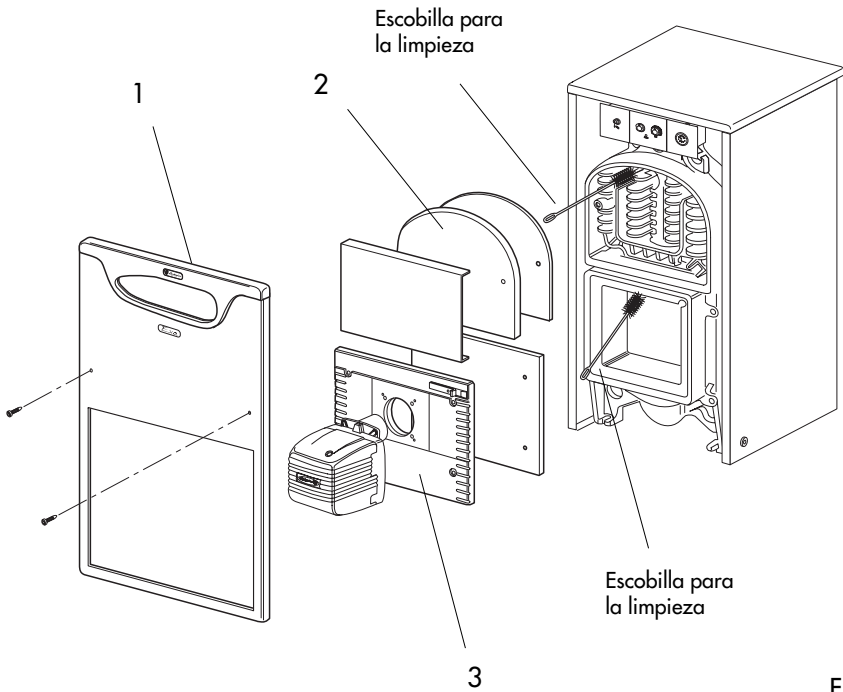

Fig. 8
- Quitar los paneles 1,2 y 3 (Fig. 8);